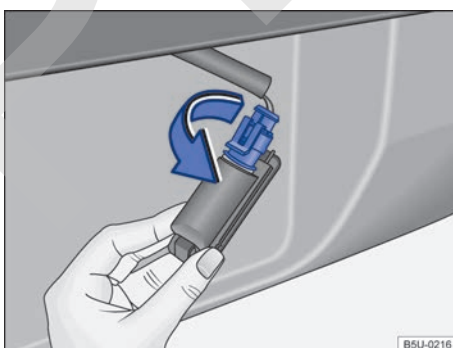

Fig. 155 Luz de la placa de licencia: retirar el portalámparas.
3. Girar el portalámpara en el sentido de la flecha → fig. 155, y desensajarlo del alojamiento.
7. Presionar el portalámparas en el alojamiento y girar en el sentido contrario al de la flecha → **fig. 155**.